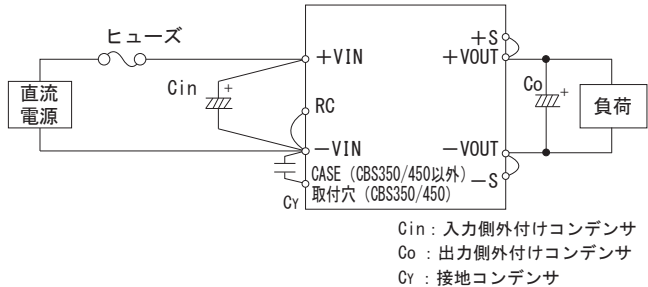

図 2.1 標準接続方法
■電源を使用するためには、図 2.1 の接続が必要です。
(2) 接地コンデンサ
■ 入力ラインでの帰還ノイズ低減、電源の安定動作のために、接地コンデンサ  $C_Y$  を接続してください (図 2.1)。なお、入力フィルタの共振やインダクタンスにより、電源動作が不安定になることがありますので、ご注意ください。
(3) 入力側外付けコンデンサ
■電源の安定動作のために、入力側+VINと-VIN間にコンデンサCinを接続してください(図2.1)。
■出力安定度向上のために、出力側+VOUTと-VOUT間にコンデンサCoを接続してください(図2.1)。推奨容量を表3.2に示します。